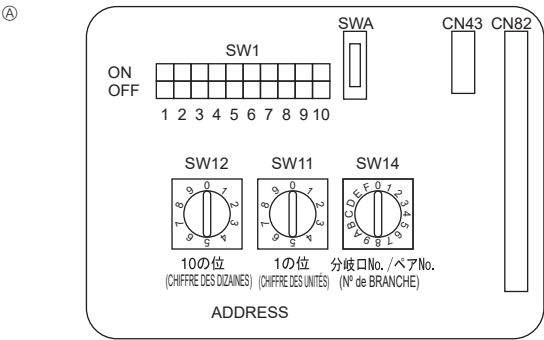

Fig. 6-4
6.6. Configuration des adresses (Fig. 6-4)